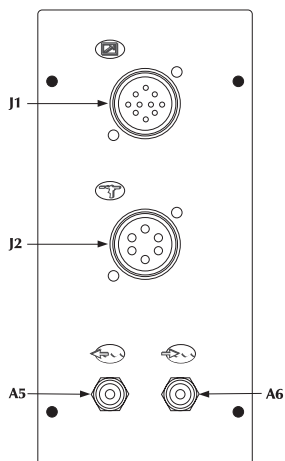
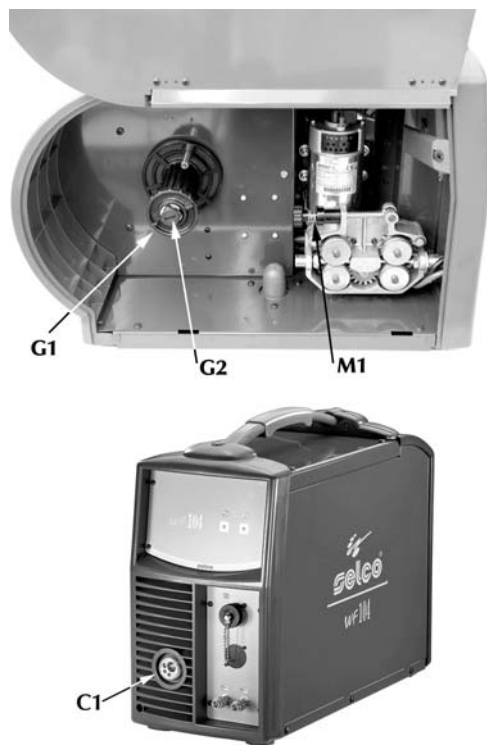

Fig. 8
Fig. 10 Beskrivelse av den beveglige vognen
- Skrus loss metallringen (G1 fig. 10) fra spolholderen og sett inn spolen.
Sett inn haspens metalltapp og sett tilbake festeringen (G1) i korrekt posisjon og reguler friksjonsskruen (G2 fig. 10)
- Avblokker trekkestøtten på motorredusereren (M1 fig. 10) ved å sette inn enden av kabeln i bøsningen og la den passere på rullen til brennerens feste.
- Sett inn sveisebrenneren, utstyrt med mantel, i det sentraliserte festet (C1 fig. 10) ved å skru festeringen helt fast. Hvis sveisebrenneren har vannkjølingssystem, skal du kople slangene for ingående og utgående væske til rørene (A5-A6 fig. 8).